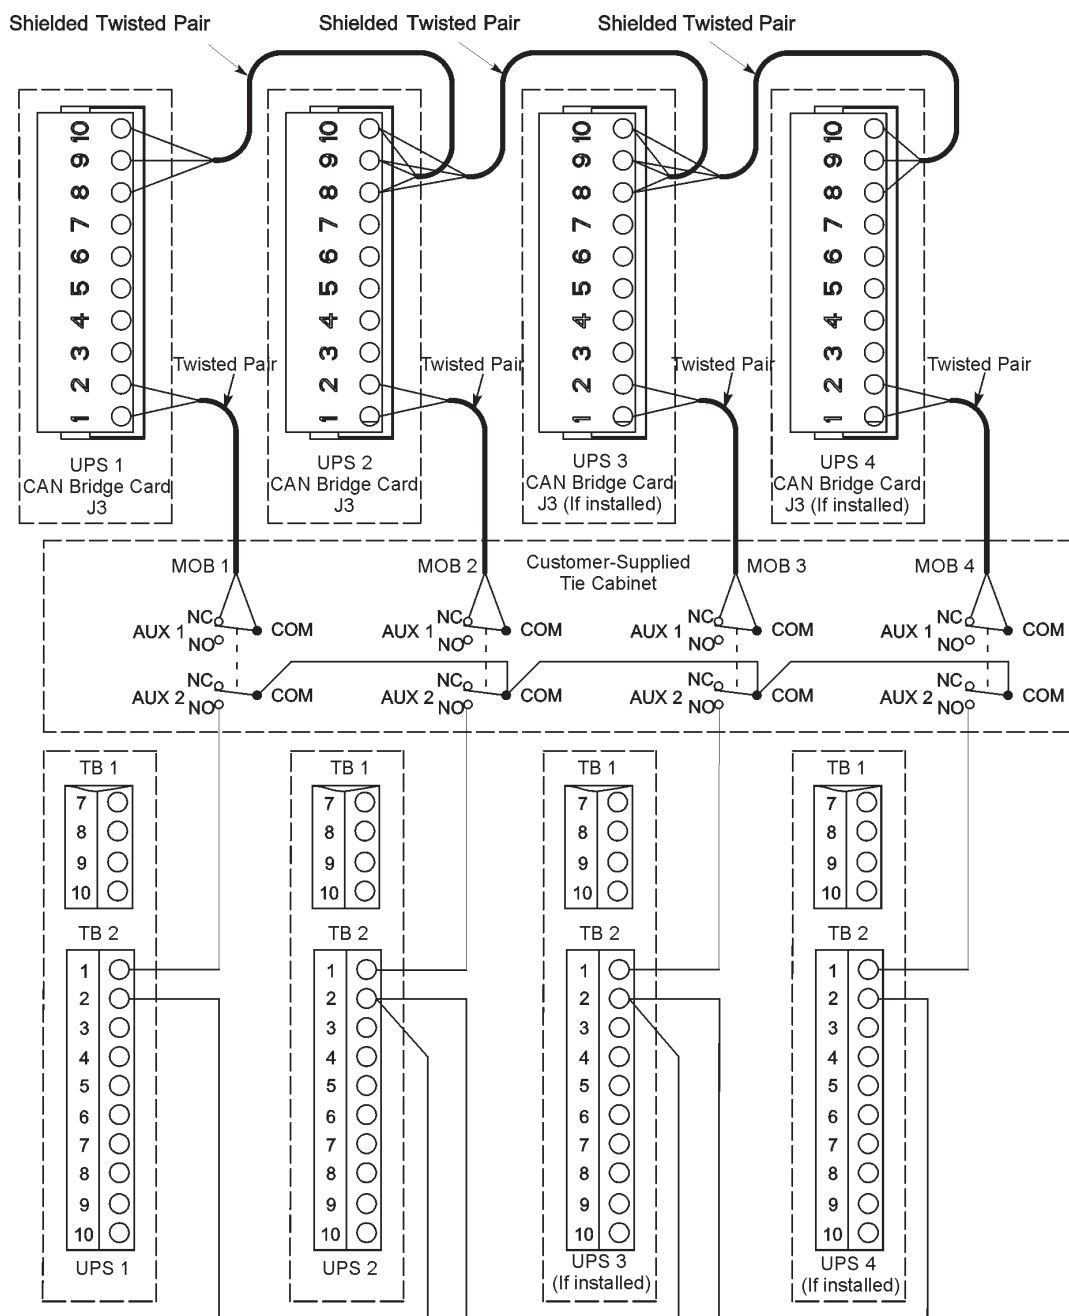

Рис. 5-6. Проводка Pull-Chain систем с распределенным байпасом с MOB
11. Проведите и установите проводку системы с распределенным байпасом между шкафами ИБП и выключателями МОВ, расположенными в соединительном шкафу. Для получения информации о подключении проводки см. Рис. 5-6 на стр. 79 и Табл. 5-4 на стр. 80.